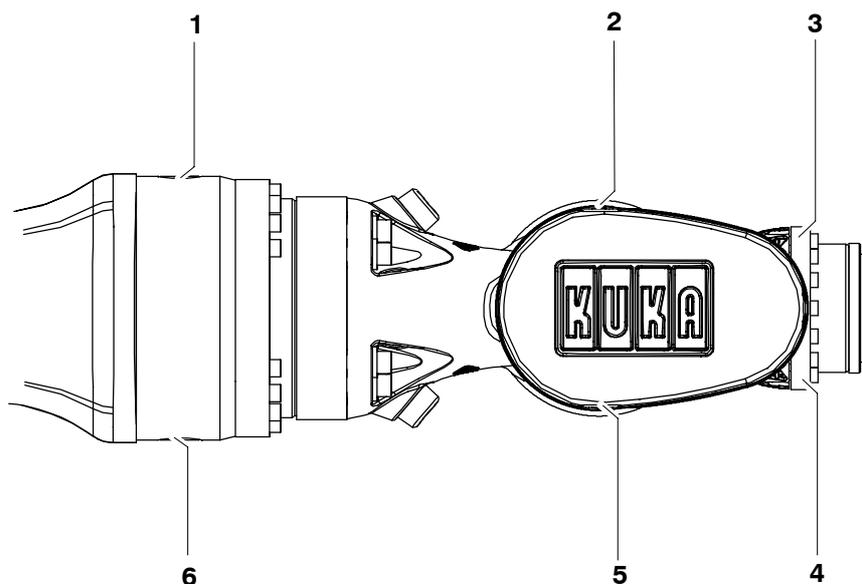

Fig. 98 Vidange d'huile PL 16
- (1) Mettre le robot en service et amener le bras en position horizontale (Fig. 98).
- (2) Amener les axes du poignet en position zéro.
- (1) Le cas échéant mettre le robot en service et amener les axes du poignet en position zéro.
- (2) Visser les vis de fermeture (Fig. 98/4, 5, 6) et verser la quantité prescrite d'huile dans les orifices.
- (3) Visser les vis de fermeture (1, 2, 3).